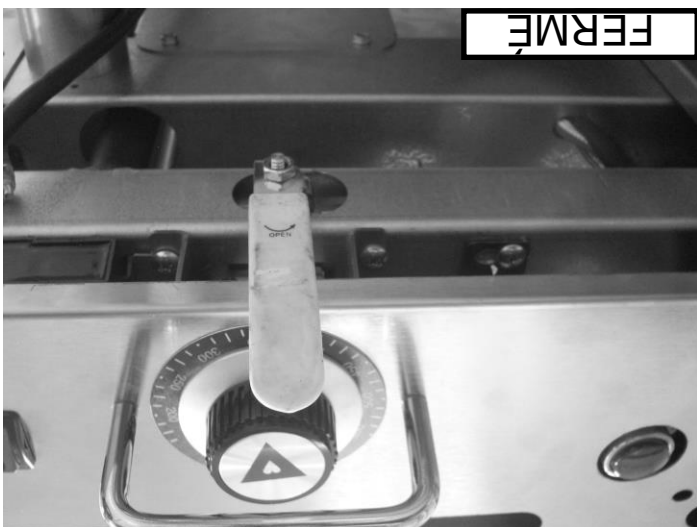

Fig. 6
1. Fermez le robinet d'arrêt de la plaque chauffante (Voir Fig. 6 à la page 9). Attendez 5 minutes pour permettre au gaz accumulé dans le compartiment des brûleurs de s'échapper.
8. Si vous avez complété les étapes 1 à 7 et que la veilleuse n'est pas allumée, fermez le robinet d'arrêt de la plaque chauffante (Voir Fig. 6 à la page 9) et contactez une agence de service autorisée.
Chaque section de 30 cm de la plaque chauffante peut être fermée de façon indépendante en réglant le thermostat correspondant à la position FERME. Vous pouvez aussi laisser tous les thermostats réglés aux positions désirées et fermer toutes les sections à la fois en fermant le robinet d'arrêt de la plaque chauffante (Fig. 6). Cela fermera l'alimentation en gaz des veilleuses et des thermostats pour toutes les sections. Pour remettre l'appareil en fonction, il faut ouvrir le robinet d'arrêt de la plaque chauffante (Fig. 5) et rallumer les veilleuses au début de la prochaine période de cuisson. Voir la procédure d'allumage de la veilleuse.
Ce modèle comporte un système d'allumage électrique qui est contrôlé par un interrupteur d'alimentation à rappel. L'interrupteur d'alimentation ouvre et ferme seulement le système d'allumage électrique et fournit seulement l'alimentation aux allumeurs lorsqu'il est maintenu ouvert. Les brûleurs et les veilleuses d'allumage continueront à fonctionner lorsque l'interrupteur d'alimentation est fermé jusqu'à ce que l'alimentation en gaz à l'appareil soit coupée ou que le robinet d'arrêt du gaz de la plaque chauffante soit fermé (Fig. 6). En cas de défaillance du système d'allumage électronique, il est possible d'allumer les veilleuses à l'aide d'une source d'inflammation extérieure (telle qu'une tige pour allumer les bougies, etc.). Voir la procédure d'allumage de la veilleuse.